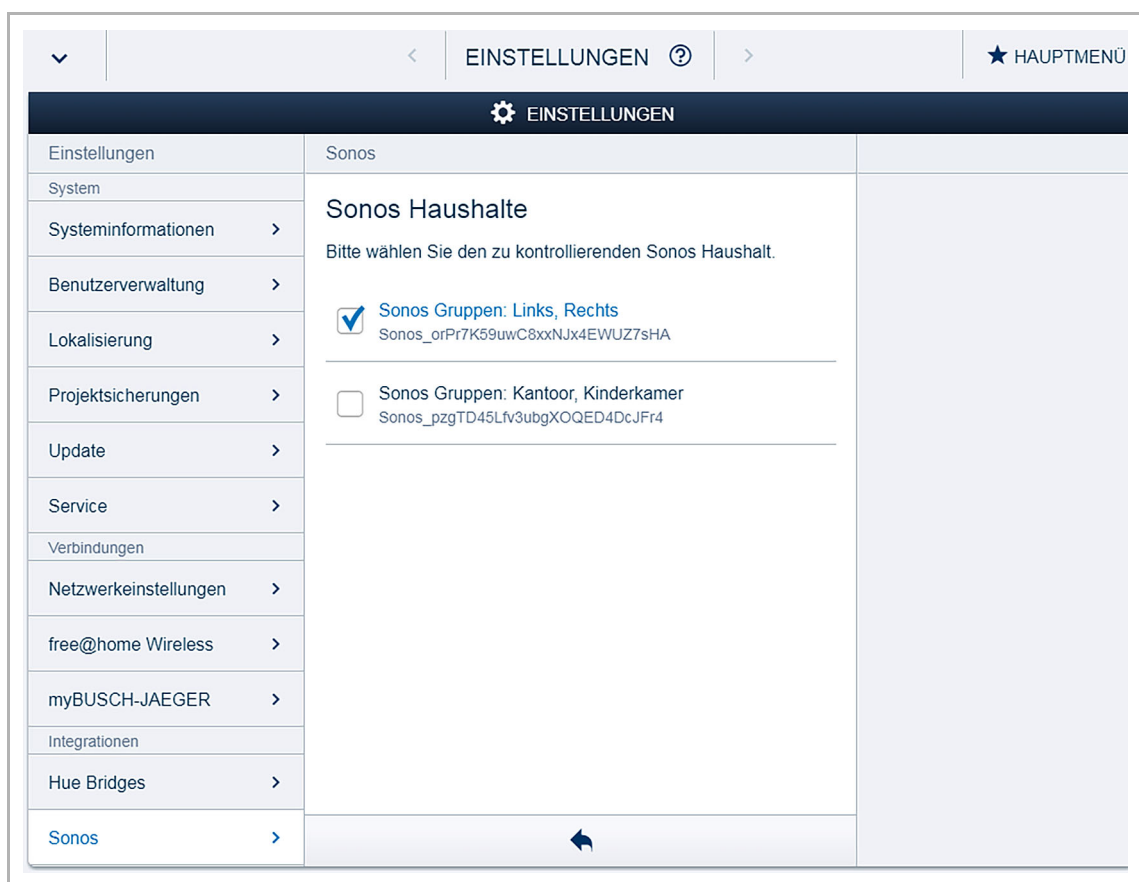

Abb. 113: Verbindung zu einem Sonos System herstellen
1. Verbindung zu einem Sonos System herstellen, siehe Abb. 113.